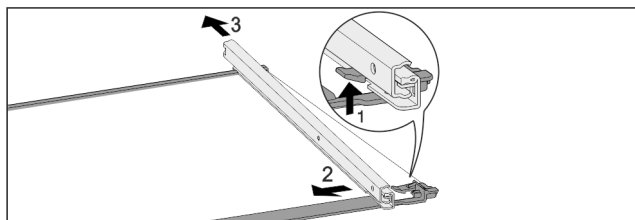

Fig. 122 Скляна пластина з рейками
- Натиснути передній гачок-фіксатор вгору. Fig. 122 (1)
- Виштовхнути виїзну рейку в сторону Fig. 122 (2) та назад Fig. 122 (3).